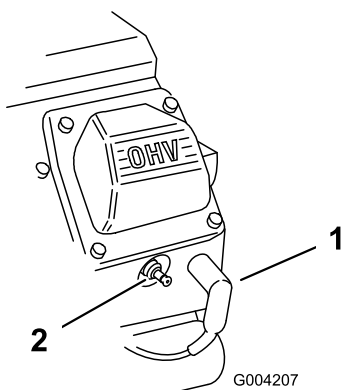

Figura 34
- Staccate i cappellotti delle candele (Figura 34).
- Collegate i cappellotti alle candele (Figura 34).